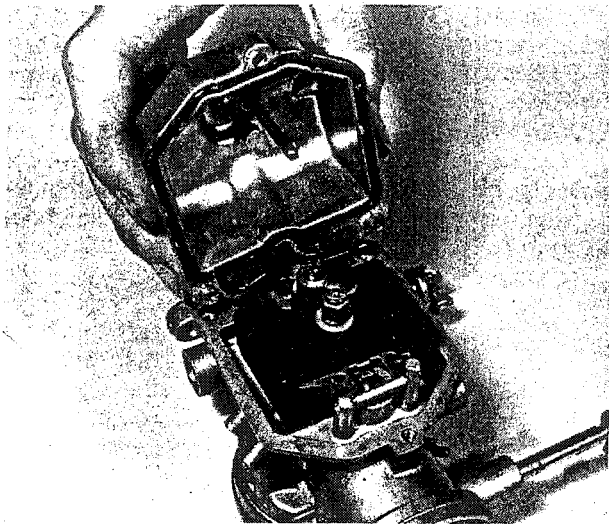
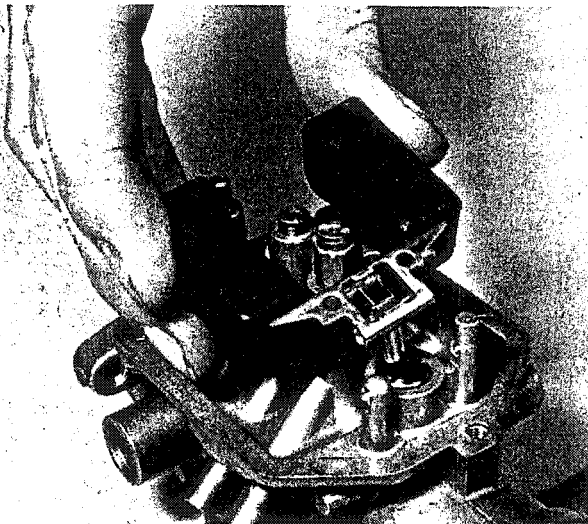

Bild 177
Bild 178
- Den zu zerlegenden Vergaser umdrehen und die drei Befestigungsschrauben der Schwimmerkammer entfernen. Die Schwimmerkammer abheben und dabei auf die Dichtung achten (Bild 177). Die Dichtung muss nur herausgenommen werden, wenn sie beschädigt ist. Die beiden miteinander verbundenen Schwimmer können nach dem Herausziehen der Schwimmerachse ausgebaut werden (Bild 178). Die Schwimmernadel ist mit einer kleinen Feder am Schwimmerhebel befestigt. Die Feder vom Schwimmer lösen und die Nadel beiseite legen.